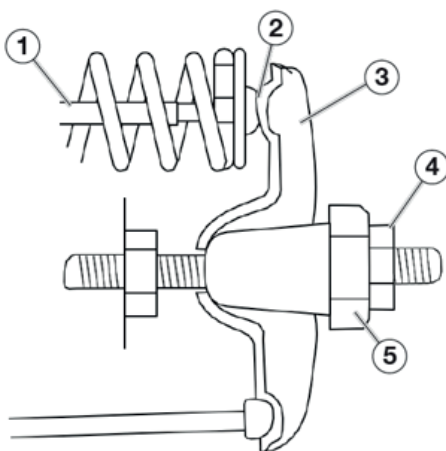

Figura 21: (1) Varilla de Empuje, (2) Área del Calibrador de Espesor
5. Inserte el calibrador de espesor entre el balancín y la varilla de empuje y revise si hay espacio libre (ver Figura 21). Vea la tabla a continuación para las especificaciones del juego de válvulas.